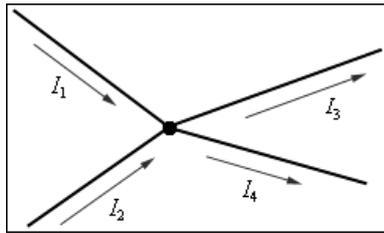

Рис. 6 Узел электрической цепи.  $I_1, I_2 > 0$ ;  $I_3, I_4 < 0$
1. Алгебраическая сумма сил токов  $-I_i$ , сходящихся в любом узле (узел – соединение не менее трех проводников), равна нулю (рис. 6)